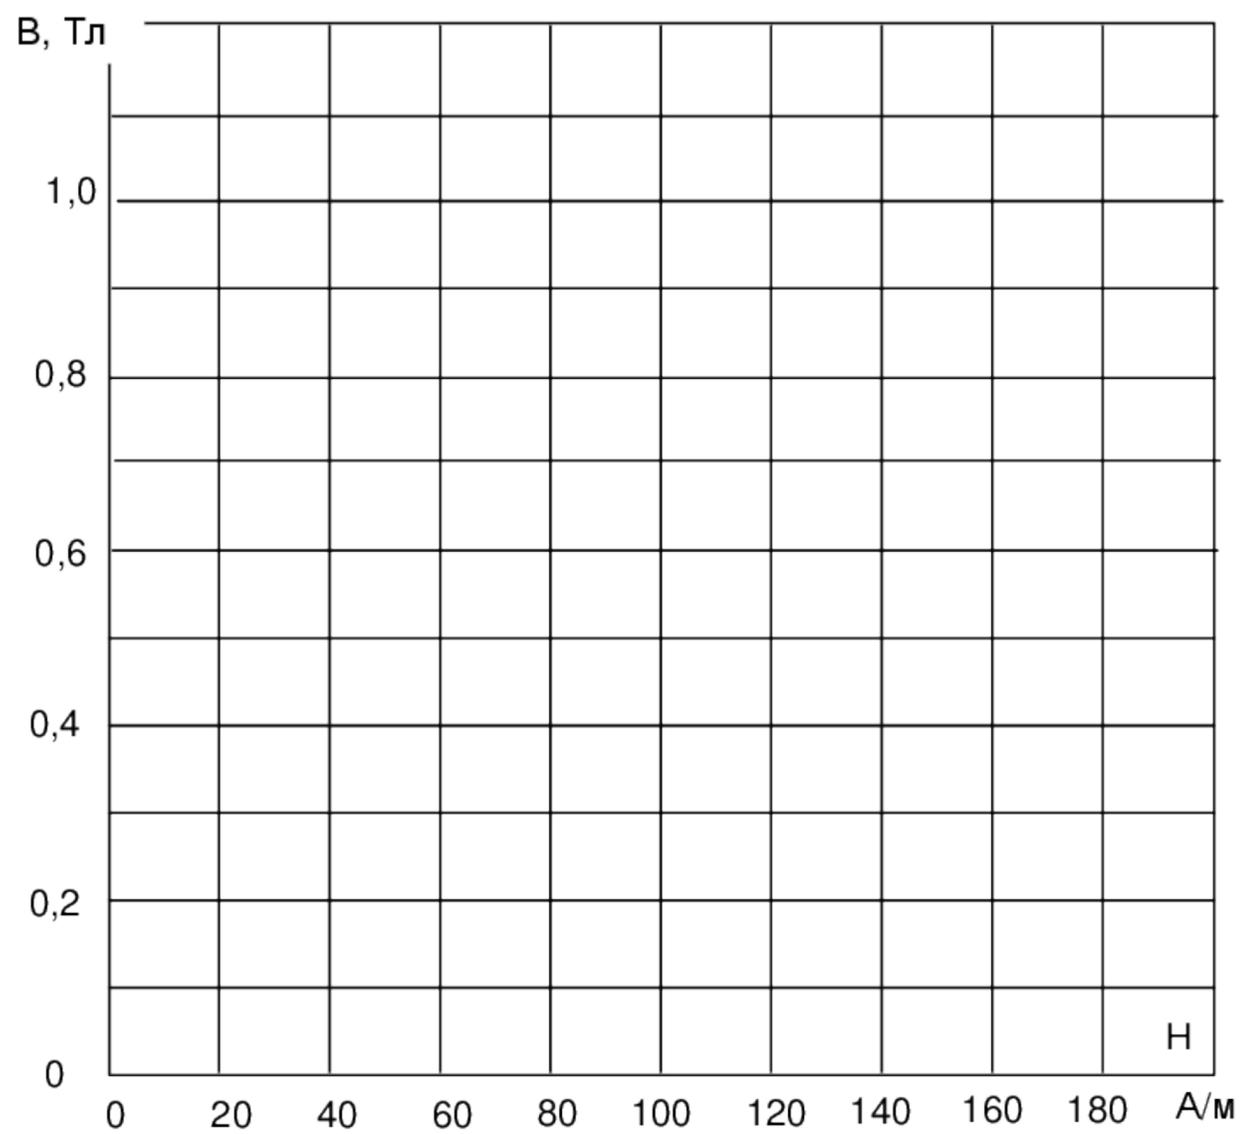

Рисунок 5.5
- На рис. 5.5. постройте график  $m(H)$ , относя каждое вычисленное значение  $m$  к среднему значению напряжённости: